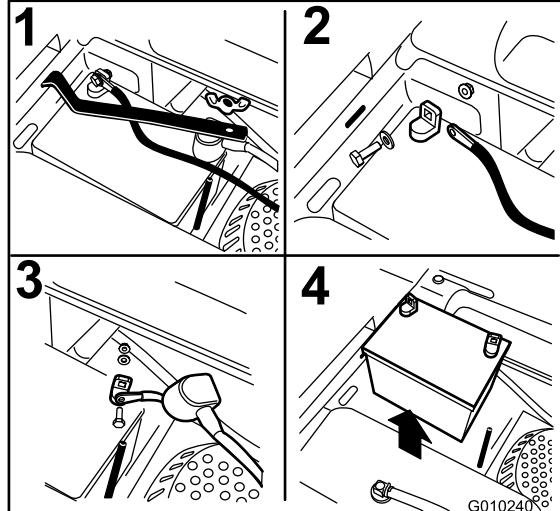

Bild 46
3. Nehmen Sie die Flügelmutter ab, mit denen die Batterieklemme befestigt ist (Bild 46).
4. Klemmen Sie zunächst das Minuskabel (schwarz) vom Minuspol (-) (schwarz) der Batterie ab (Bild 46).
5. Schieben Sie die rote Polkappe vom Pluspol (rot) der Batterie ab, und klemmen Sie das Pluskabel (+) (rot) ab (Bild 46).
6. Nehmen Sie die Klemme ab (Bild 46).
1. Legen Sie die Batterie in den Ständer, sodass die Klemmen auf der anderen Seite des Hydraulikbehälters sind (Bild 46).
4. Befestigen Sie die Kabel mit zwei Schrauben, 2 Scheiben und 2 Sicherungsmuttern (Bild 46).
- Setzen Sie die Klemme auf auf und befestigen Sie sie mit der Flügelmutter (Bild 46).